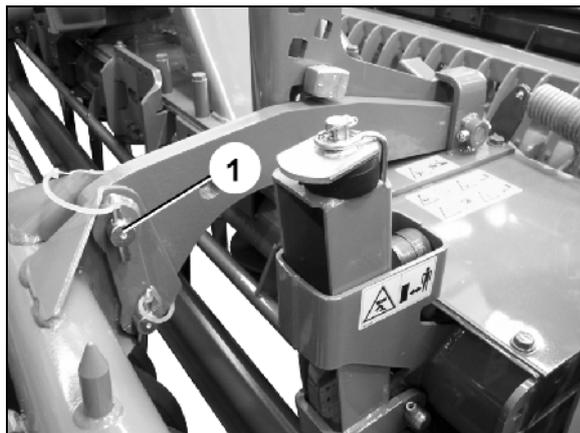

Fig. 32
- Die oberen Bolzen (Fig. 32/1) entfernen, sobald die Kombination mit einer Aufbau-Sämaschine ausgerüstet und die Aufbau-Sämaschine an Bodenbearbeitungsmaschine und Walze befestigt ist.